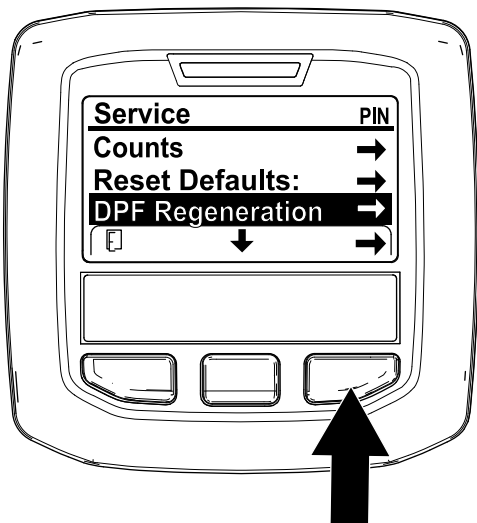

Рисунок 69
1. Перейдите к меню Service (Техобслуживание), нажмите среднюю кнопку для прокрутки вниз к опции DPF REGENERATION (РЕГЕНЕРАЦИЯ DPF) (Рисунок 69).
2. Нажмите правую кнопку для выбора позиции DPF Regeneration (Регенерация DPF) (Рисунок 69).